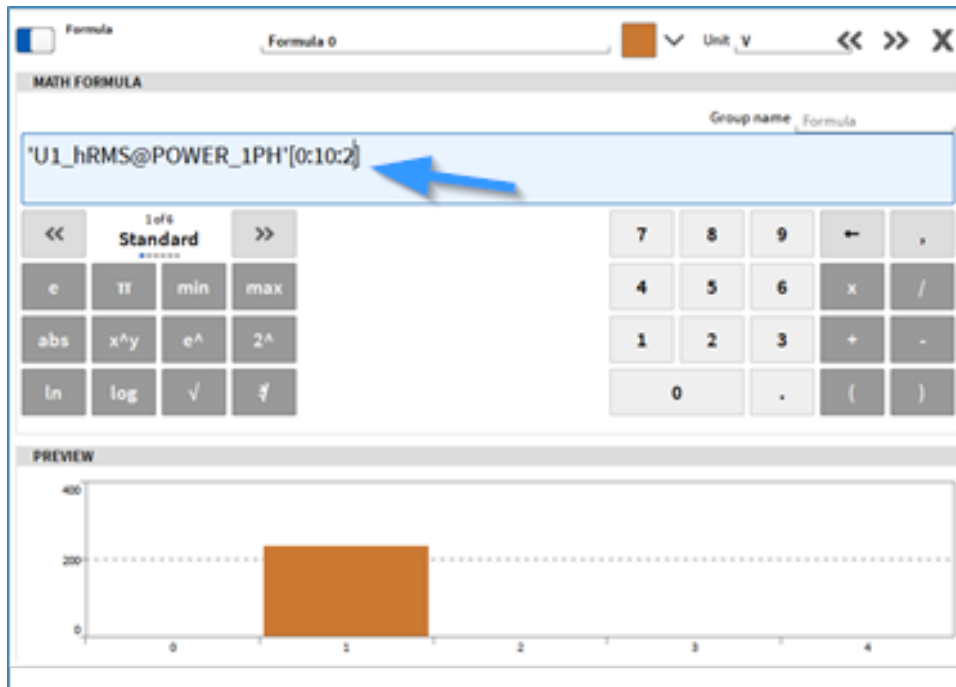

Abb. 7.75: Extraktion mehrerer benachbarter Elemente mit Schrittweite zwischen den zu extrahierenden Elementen
- Extraktion mehrerer benachbarter Elemente mit einer Schrittweite zwischen den zu extrahierenden Elementen (siehe Abb. 7.75). Die Ausgabe ist ein Array-Kanal mit der Anzahl der extrahierten Elemente als neue Dimension.